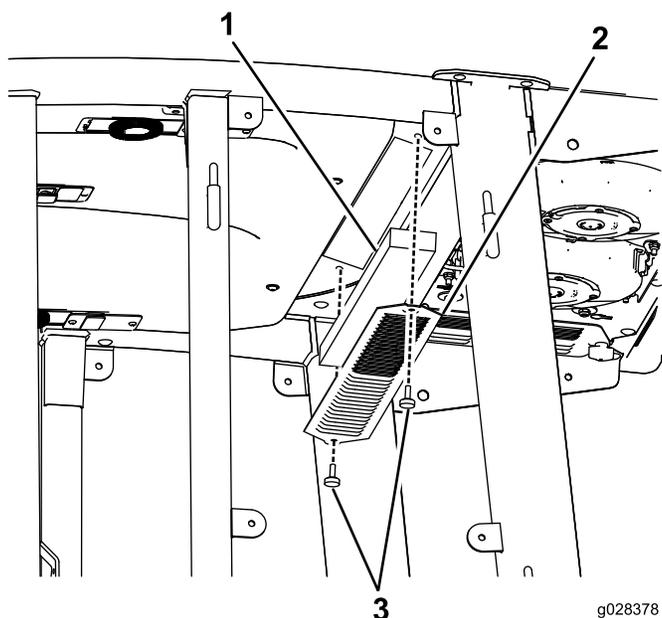
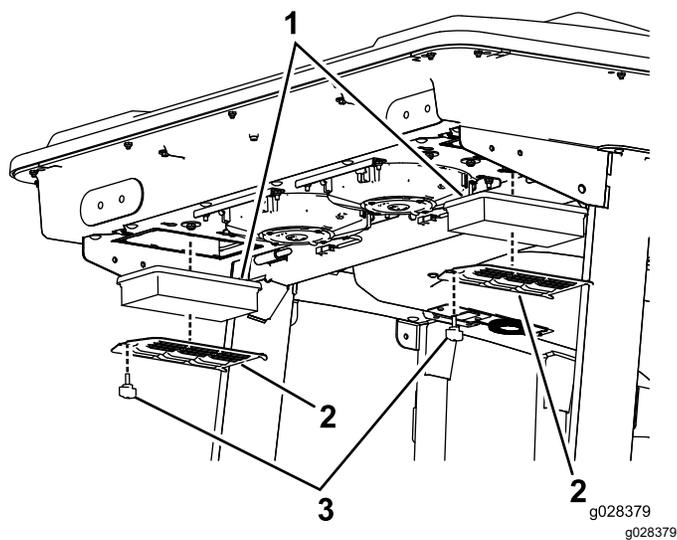

Рисунок 54
Рисунок 55
- Выверните винты и снимите решетки у салонного и заднего воздушных фильтров кабины (Рисунок 54 и Рисунок 55).